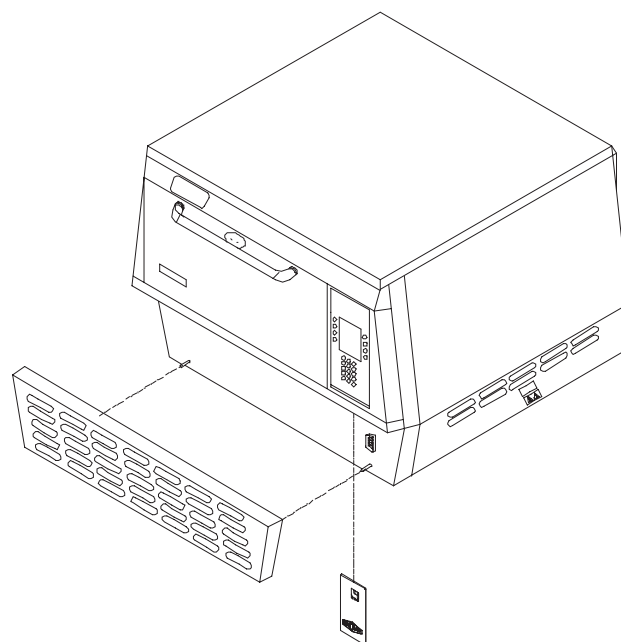

FIGURE 19 : Insertion de la carte à puce
3. Retirez le panneau d'accès inférieur (Figure 19).
4. Insérez la carte dans le four (Figure 19).